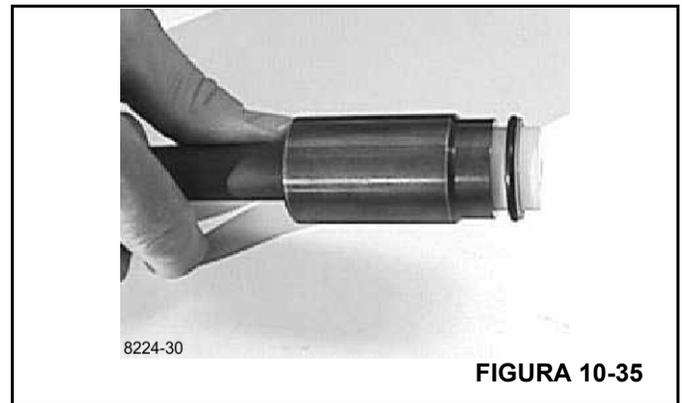

FIGURA 10-35
8. Engrase el anillo "O" y el anillo Kin/Roto Glyd con aceite hidráulico y colóquelos en la herramienta (Figura 10-35).